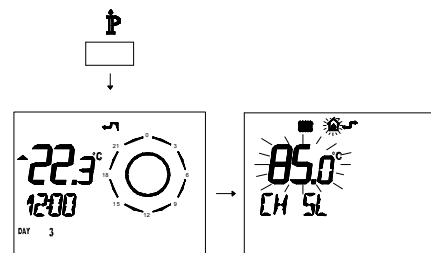

Figura 5.61
- Premere per più di 3 secondi il pulsante  $\bar{P}$  per entrare in modalità *INFO* (Figura 5.61).